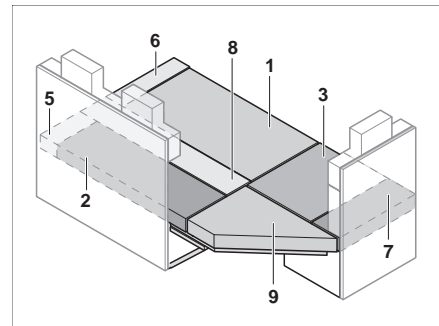

Fig. 131 Después de la transformación
- Colocar cojín del asiento, cojín del respaldo y cojín adicional como se muestra en Fig. 131.